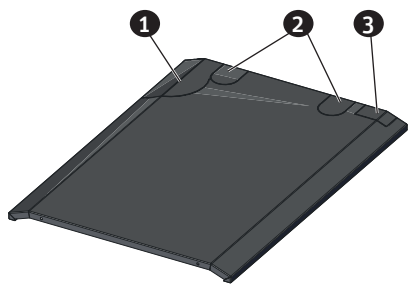

Fig. 118 Staccare la prepunzonatura solo se il raccordo gas combusti o/e la mandata e il ritorno, passacavi è verso l'alto
- Se il raccordo gas combusti o/e la mandata e il ritorno, passacavi è verso l'alto, staccare la prepunzonatura – Fig. 118. Se il raccordo gas combusti o/e la mandata e il ritorno sono rivolti verso dietro, non staccarla.